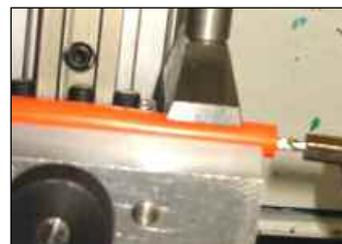

Figure 2
7. Pour les courroies renforcées, utiliser les mèches fournies pour percer le cordon renforcé dans la courroie aux deux extrémités (voir Fig. 2) Voir tableau 1 pour déterminer la mèche appropriée.